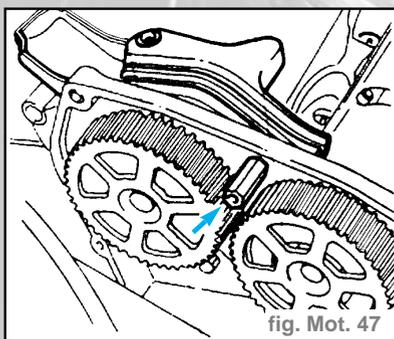

fig. Mot. 47
- Enlever le support en plastique des tuyaux d'alimentation carburant, en agissant sur la vis hexagonale (fig. Mot. 47).